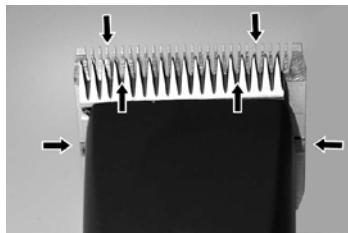

Fig. 22
Une fine couche d'huile sur le peigne supérieur et inférieur est indispensable pour obtenir un bon résultat de tonte et afin d'augmenter la longévité de la tondeuse (Fig. 22).
- Lubrifiez les peignes suffisamment durant la tonte (au moins toutes 15 minutes), de manière à ce qu'ils ne passent pas à sec (Fig. 22).
Il faut huiler les peignes avant, durant et après chaque usage. Si les peignes laissent des rayures ou se ralentissent, c'est un signe sûr que vous avez besoin de l'huile. Appliquez quelques gouttes de l'huile de l'avant et latéralement des peignes (flèches Fig. 22). Enlevez de l'huile excédentaire avec un chiffon doux et sec. Des aérosols lubrifiants ne contiennent pas assez d'huile pour une bonne lubrification, mais sont appropriés pour la réfrigération des peignes. Changez immédiatement des peignes endommagés ou crénelés afin d'éviter des blessures.